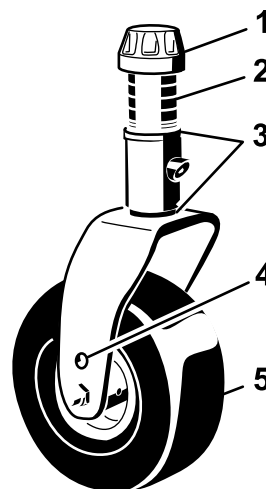
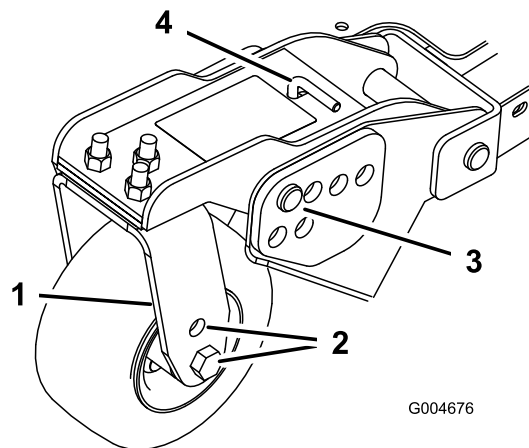
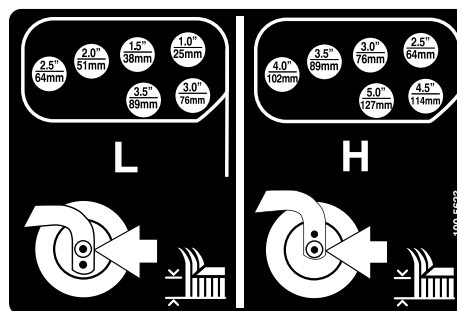

Figure 21
Figure 23
Figure 24
1. Placez les axes des roues pivotantes dans les mêmes trous sur toutes les fourches (Figure 21 et Figure 23).
2. Enlevez le chapeau de tension de l'axe de pivot et sortez l'axe du bras de la roue pivotante (Figure 21).
5. Enlevez la goupille fendue et les axes de chape des bras de pivot (Figure 23).
6. Tournez la tige de tension pour élever ou abaisser le bras de pivot jusqu'à ce que les trous soient en face de ceux du support de hauteur de coupe sélectionnés dans le cadre du tablier de coupe (Figure 23 et Figure 24).